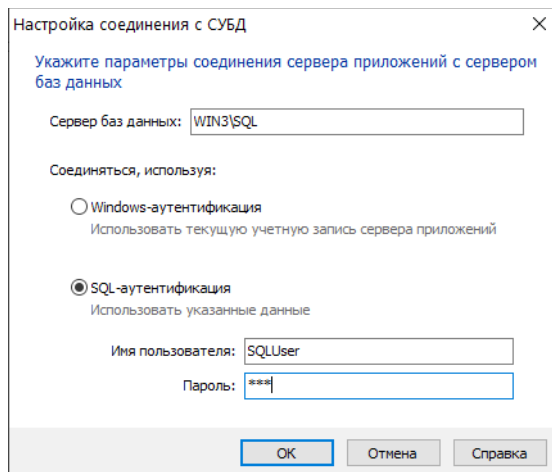

Рис. 4.33
Чтобы добавить параметры соединения сервера приложений с сервером баз данных, нажмите кнопку **Добавить**. Откроется окно **Настройка соединения с СУБД** (рис. 4.33).
2. В открывшемся окне **Настройка соединения с СУБД** внесите необходимые изменения (рис. 4.33). Описание приемов работы содержится в разделе «Добавление параметров соединения с сервером баз данных» на с. 90.